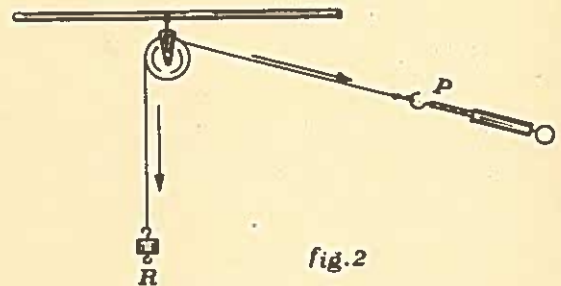

fig.2
- c) - Mettere in evidenza che il vantaggio di questo tipo di macchina è quello di mutare il verso ed, eventualmente, la direzione di una forza. (V. fig. 2).